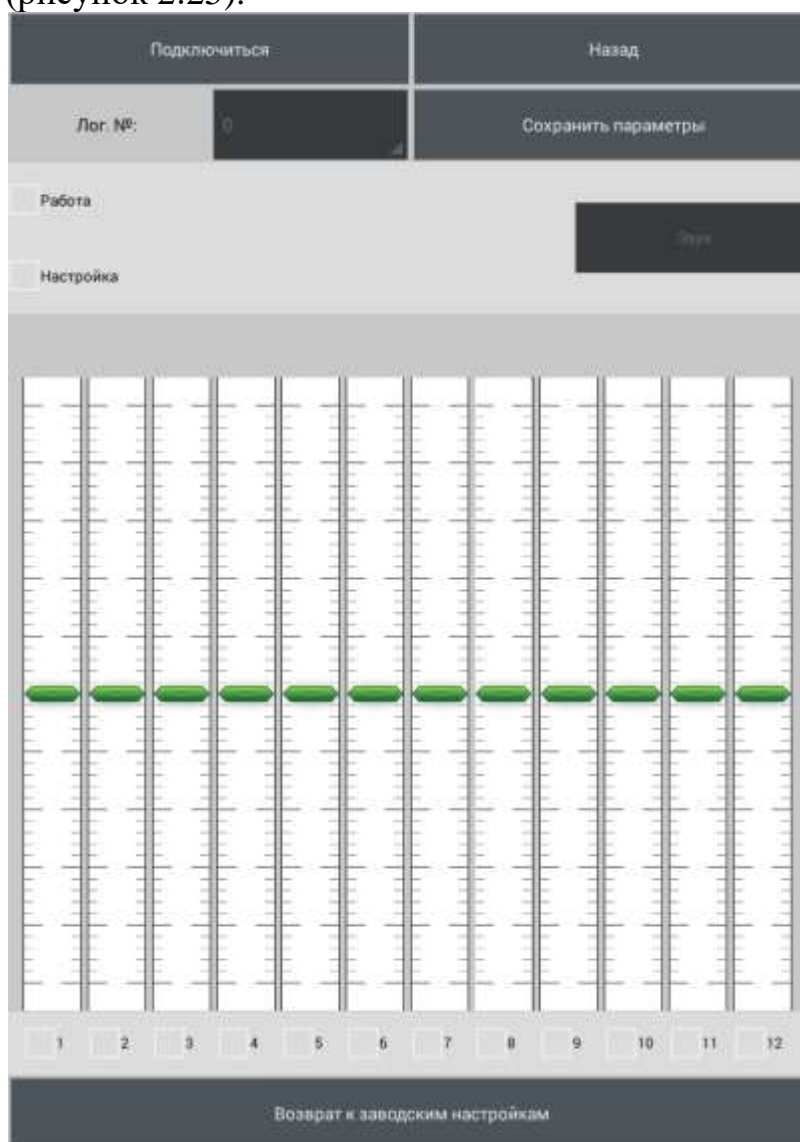

Рисунок 2.25
2.3.7.4.5 Выбрать тип подключения «USB» (рисунок 2.23). Откроется окно программы (рисунок 2.25).